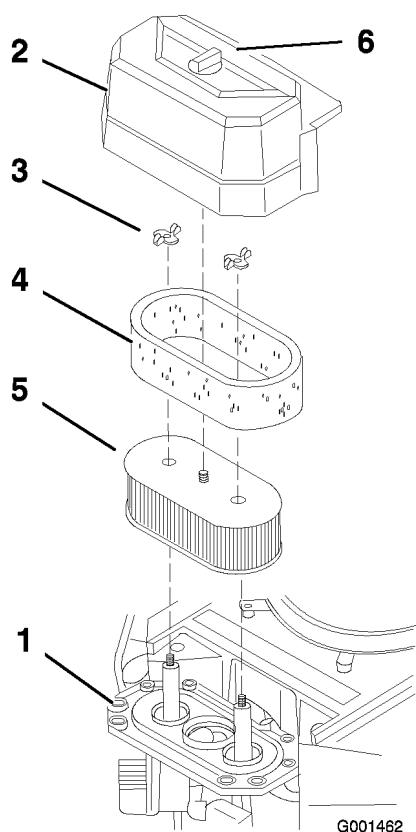

Figura 30
3. Limpie alrededor del limpiador de aire de forma que la suciedad no penetre en el motor y cause daños (Figura 30).
4. Desenrosque el pomo de la cubierta y retire la cubierta del limpiador de aire (Figura 30).
5. Desenrosque las 2 tuercas de orejeta y retire el conjunto del limpiador de aire (Figura 30).
6. Retire cuidadosamente el filtro de gomaespuma del filtro de papel (Figura 30).
1. No limpie el filtro de papel. Cámbielo cada 200 horas de funcionamiento (Figura 30).
1. Deslice cuidadosamente el filtro de gomaespuma sobre el filtro de papel (Figura 30).
2. Coloque el conjunto del limpiador de aire sobre la base del limpiador de aire y fíjelo con 2 tuercas de orejeta (Figura 30).
3. Coloque en su posición la cubierta del limpiador de aire y apriete el pomo de la cubierta (Figura 30).